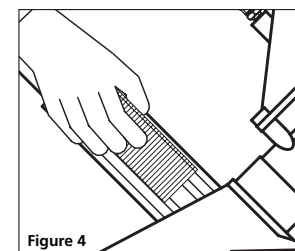

Figure 4
2. Placer le type et la taille spécifiés de clous en L dans le chargeur à partir du côté. La tête des clous en L doit être insérée dans l'encoche sur le chargeur fixe (voir la figure 4).